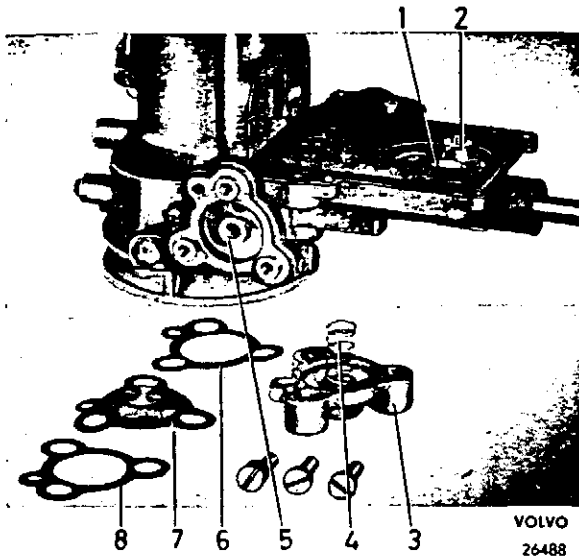

Abb. 72. Sparventil
6. Das Schwimmerventil und das Sparventil, Abb. 72, ausbauen. Die Kraftstoffregulierschraube herausschrauben.
2. Beachten, daß der Teller des Sparventils (7, Abb. 72) einwandfrei mit dessen Sitz (5) abschließt. Anderenfalls Ventilteller mit einem feinen Schleifmittel einläppen, jedoch alle Spuren der Läpppaste sorgfältig abwaschen, bevor das Ventil schließlich zusammengesetzt wird.